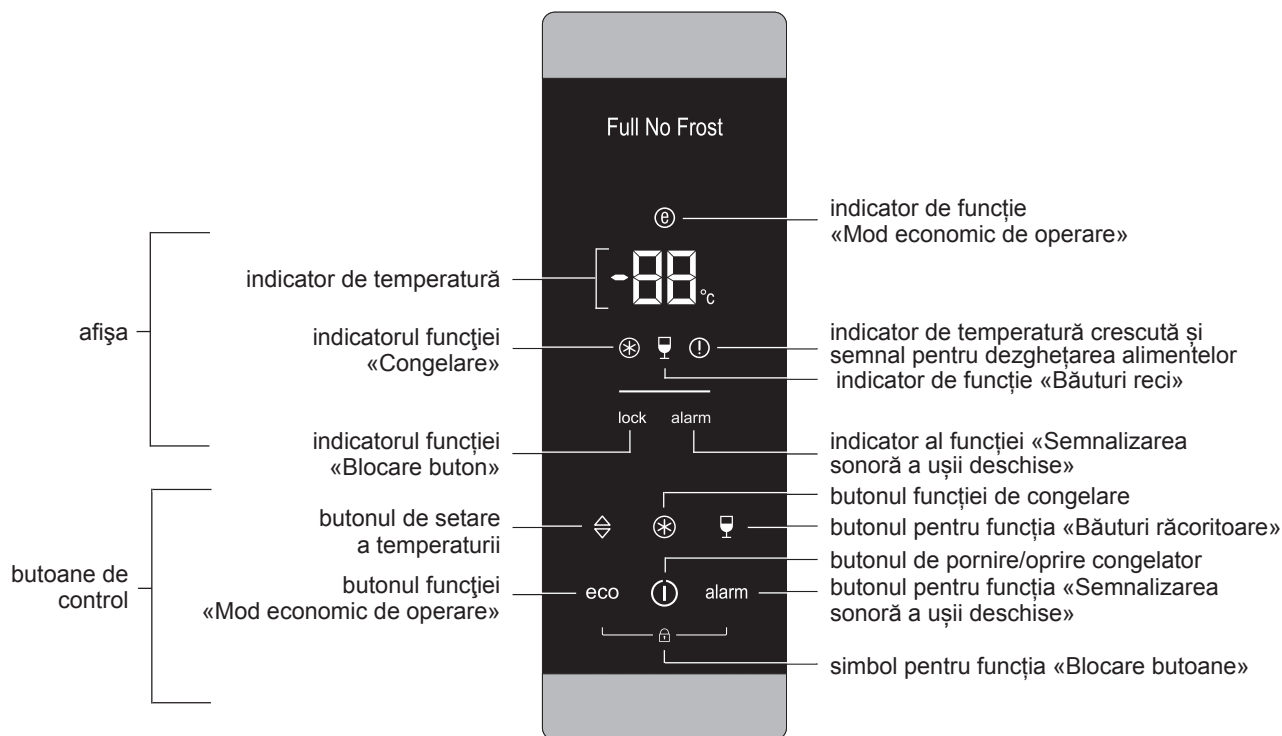

Figura 3 – Unitatea de operare
1.4 Ușa congelatorului are o unitate de control în conformitate cu figura 3, care controlează funcționarea congelatorului, și permite să schimbați temperatura, să activați funcții, să porniți și să opriți congelatorul.
2.1 Unitatea de operare în conformitate cu figura 3 are un afișaj și butoane de control (denumite în continuare butoane).
2.3 Displeiul arată indicatorii de funcționare a congelatorului (sunt evidențiați în figura 3 în mod convențional). Indicatoarele arată temperatura selectată și indică activarea funcțiilor.
3.7.1 Pentru a activa funcția, tastezi și mențineți apăsat timp de 3 secunde butoanele «eco» și «alarm» (în figura 3 simbolul este marcat). Indicatorul «lock» se va aprinde pe afișaj, butoanele unității de comandă vor fi blocate.